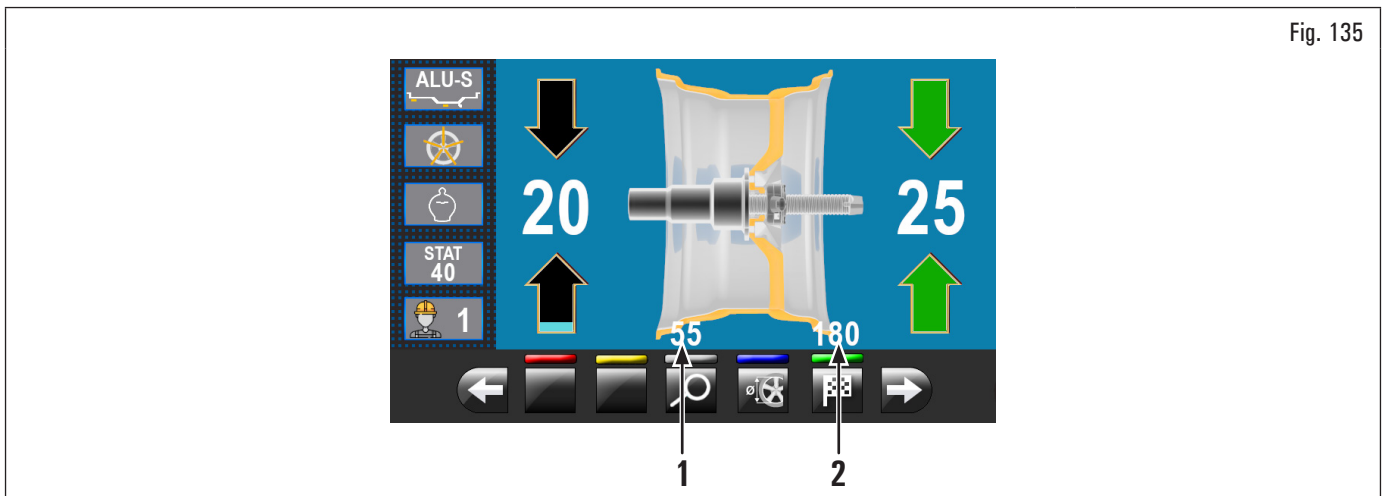

Fig. 135
Esta pantalla, además de las informaciones del desequilibrio detectado, contiene las medidas en mm con las cuales se deberá extraer el brazo del palpador (Fig. 135 ref. 1-2) para aplicar los pesos al interior de la llanta.